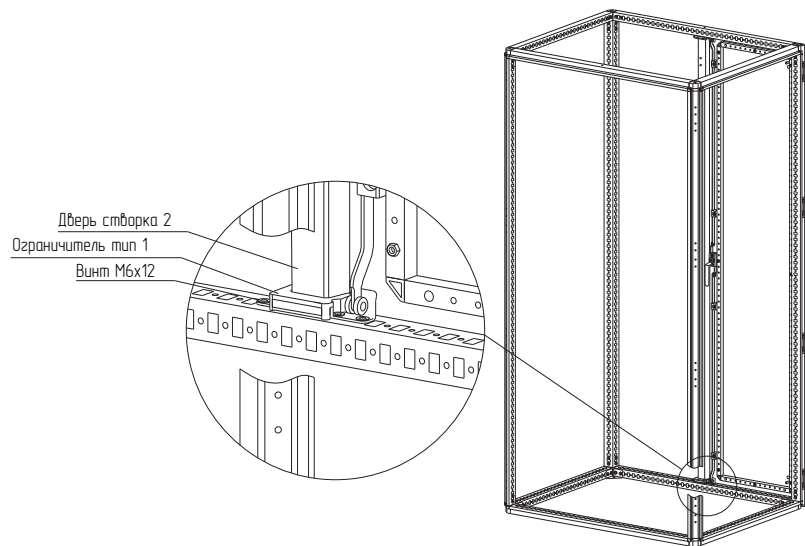

Рисунок 30
4.15.4 Установить ограничители сверху и снизу каркаса (рисунок 30). Для крепления использовать винты М6×12. Момент затяжки – 7 Н·м.